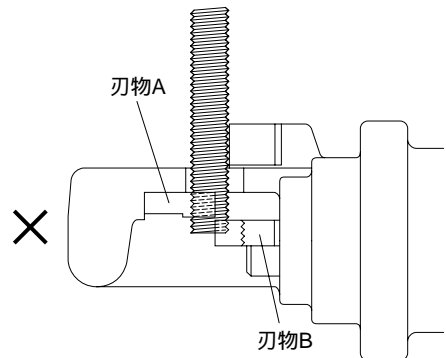

図5-2
- ・ 図5-2のような状態で切断しますとネジが破損することがあります。